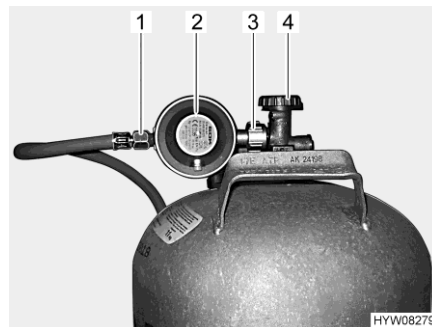

Bild 95 Anslutning gasflaska
- Stäng huvudavstängningsventilen (Bild 95,4) på gasflaskan. Beakta pilriktningen.
- Håll fast gastryckregulatorn (Bild 95,2) och öppna muttern (Bild 95,3) (vanligen vänstergänga).
- Tag bort gastryckregulatorn med gasslangen (Bild 95,1) från gasflaskan.
- Sätt gastryckregulatorn (Bild 95,2) med gasslangen (Bild 95,1) mot gasflaskan och dra åt muttern (Bild 95,3) (vanligen vänstergänga). Dra **inte** åt för hårt.